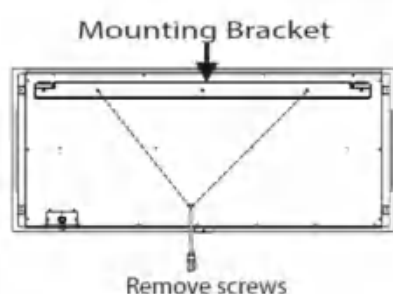

Figure 1
- Placez l'appareil face vers le bas sur une surface douce et non abrasive. Retirez le support de montage à l'arrière de l'appareil en retirant les vis. [Figure 1]